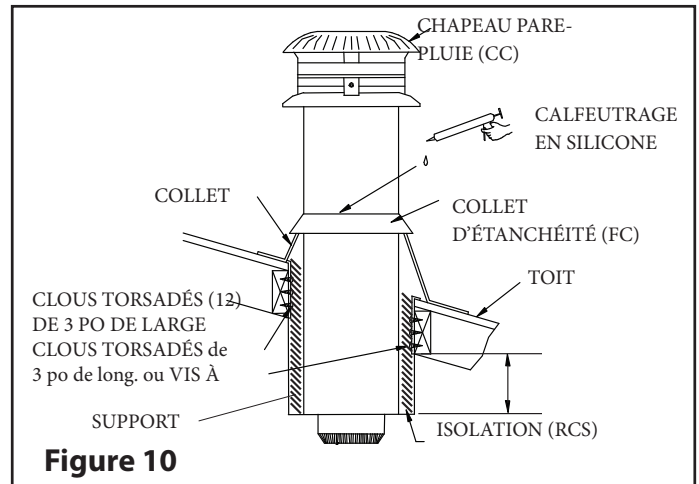

Figure 10
Étape 3. En utilisant un niveau, veillez à ce que le support soit vertical. Si le support s'étire au-dessus du toit, découpez-le de façon à ce qu'il soit égal au sommet du toit. Clouez le support au boîtier encadré à l'aide de (12) clous torsadés de 3 po (voir **Figure 10**).